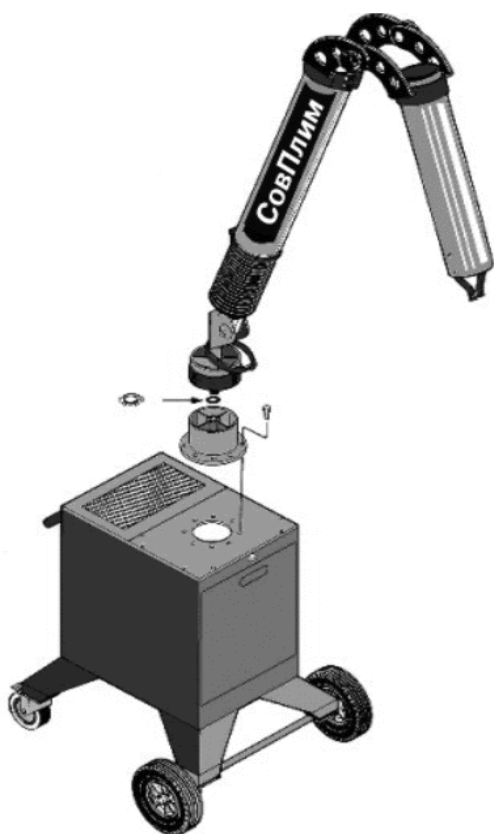

Рис. 8.3
8.2.2. Присоедините резиновое кольцо к внутреннему звену рычага и установите рычаг на агрегате (см. рис. 8.3).